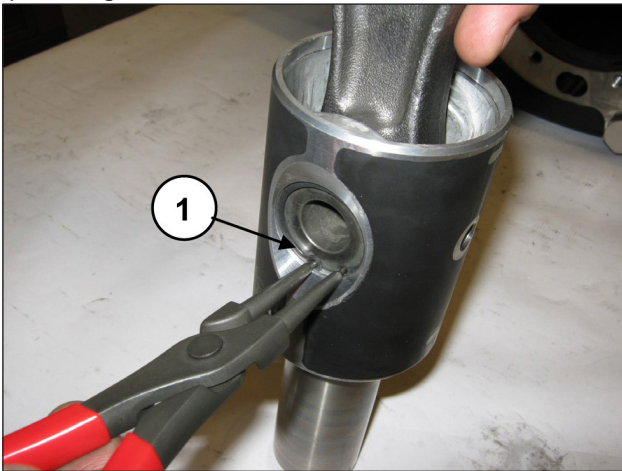
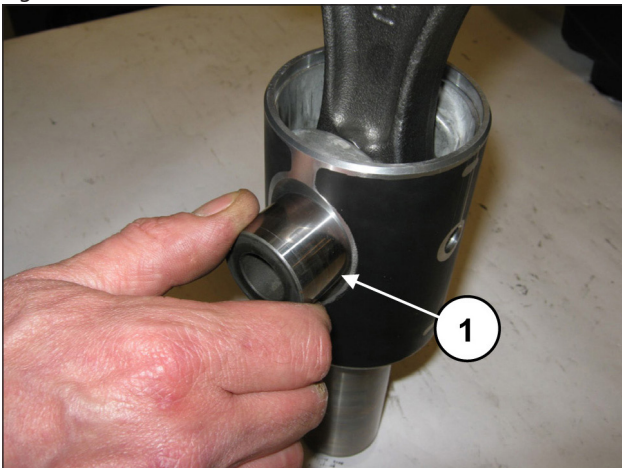
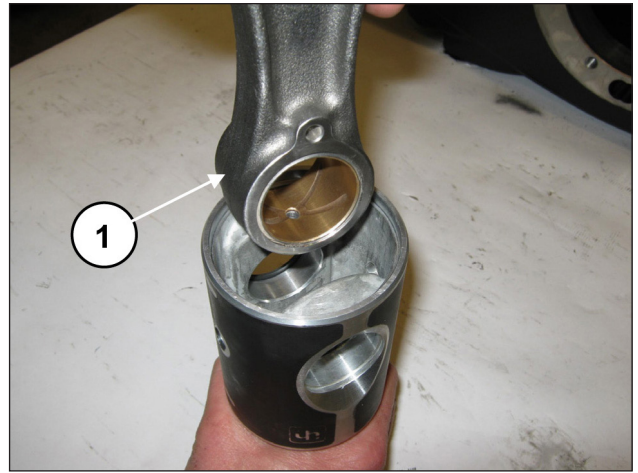

Fig. 39
Fig. 40
Fig. 41
Desmontar las 2 anillas seeger de bloqueo de la clavija (pos. ①, Fig. 39).
Extraer la clavija (pos. ①, Fig. 40) y extraer la biela (pos. ①, Fig. 41).
Introducir la biela en la guía del pistón (pos. ①, Fig. 41) y, a continuación, introducir la clavija (pos. ①, Fig. 40). Colocar las dos anillas de tope (pos. ①, Fig. 39).